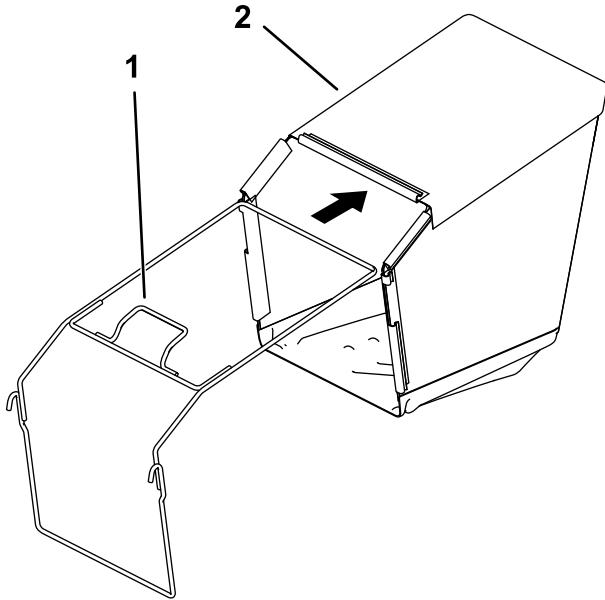

Figura 6
2. Introduzca el bastidor en la bolsa de recogida, manteniendo el asa encima de la bolsa (Figura 6).